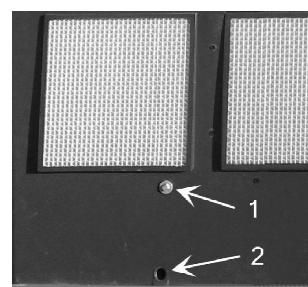

Fig. 15
- b) Take the plug out of the overflow hole (Fig 15/1), mounting it in the drain hole (Fig 15/2).
- b) Sortir le bouchon de l'orifice du «trop plein» (fig. 15/1) et le placer dans l'orifice de vidange (fig. 15/2).
- b) Sacar el tapón del orificio de rebosadero (fig. 15/1) y colocarlo en el de drenaje (fig. 15/2).